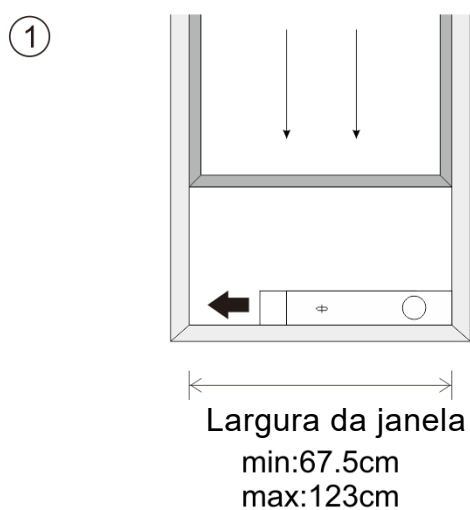

Fig.5
A forma de instalação do kit deslizante de janela é principalmente "horizontal" ou "vertical". Conforme mostrado na Fig. 5 e Fig. 5a, verifique o tamanho mínimo e máximo da janela antes da instalação.
1. Instale o kit de janela na janela (Fig.5, Fig.5a);